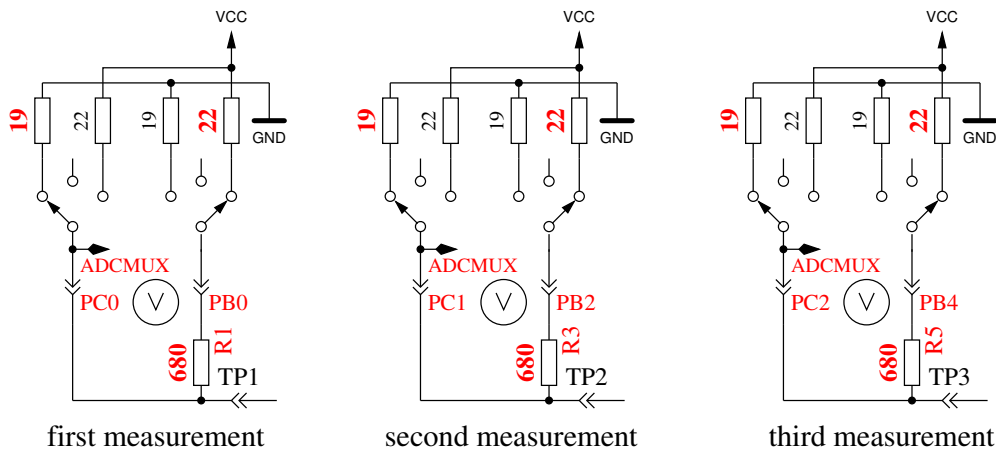

Abbildung 5.62. Messung des Innenwiderstandes von auf GND geschalteten Port-C-Ausgängen.
5. Dieser Schritt testet die **Fähigkeit von mit GND (-) verbundenen 470kΩ-Widerständen (H) die Testpins auf GND zu ziehen**. Zeile 1 zeigt den Text „RH-“. Zeile 2 sollte für alle drei Pinne Null mV anzeigen.
6. Dieser Schritt testet die **Fähigkeit von mit VCC (+) verbundenen 470kΩ-Widerständen (H) die Testpins auf VCC zu ziehen**. Zeile 1 zeigt den Text „RH+“. Der bestmögliche mV Wert für die drei Messungen wäre 0 in Zeile 2, da die Diffenz zu VCC dargestellt wird. Große Abweichungen vom Idealwert für Schritt 5 und 6 sind Fehler wie Isolations-Problem, Flussmittelreste oder beschädigter Port.
8. **Messung des Innenwiderstandes eines auf GND geschalteten Ausgangs.** Dieser und die folgenden Schritte werden nur bei gewählter AUTO\_CAL-Option durchgeführt. Die internen Port-C-Widerstände von auf GND (-) geschalteten Ausgängen werden mit dem Strom der nach VCC (+) geschalteten 680Ω Widerstände gemessen, siehe Abbildung 5.62. Es werden nur die drei Pins des ADC-Ports vermessen, die Widerstands-Ports PB0, PB2 und PB4 können nicht ohne Veränderung der Hardware gemessen werden. Es wird angenommen, dass die Portwiderstände von unterschiedlichen Ports nahezu identisch sind. Der Widerstandswert wird im nächsten Schritt mit ausgegeben.